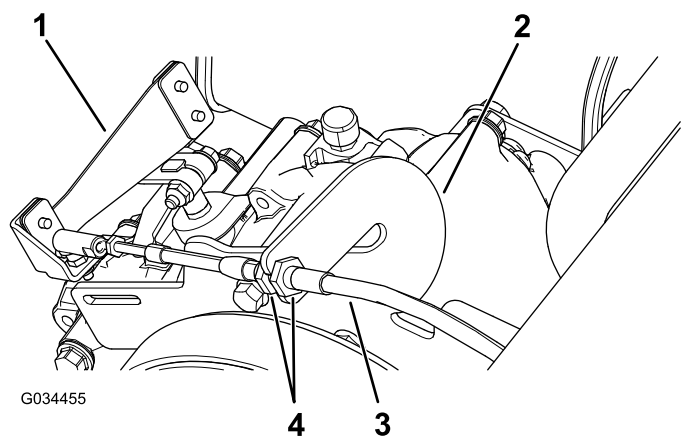

Figura 57
- Desaperte as porcas de retenção do cabo das mudanças e ajuste-as como necessário (Figura 57).
2. Teste a posição das mudanças rodando o seletor de mudanças para três posições diferentes e verifique se a alavanca de mudanças (Figura 57) muda apropriadamente quando muda de mudança; consulte Alavanca de mudanças e indicador de mudanças (página 11).